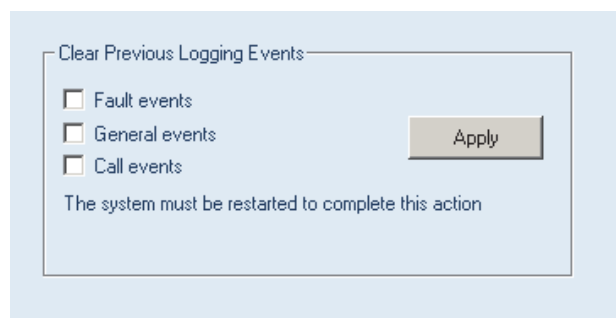

abbildung 37.10: Protokoll löschen
- 1 Klicken Sie in der Navigationsleiste auf die Schaltfläche *Clear logging*. Es erscheint ein Bildschirm, der dem in abbildung 37.10 ähnelt.